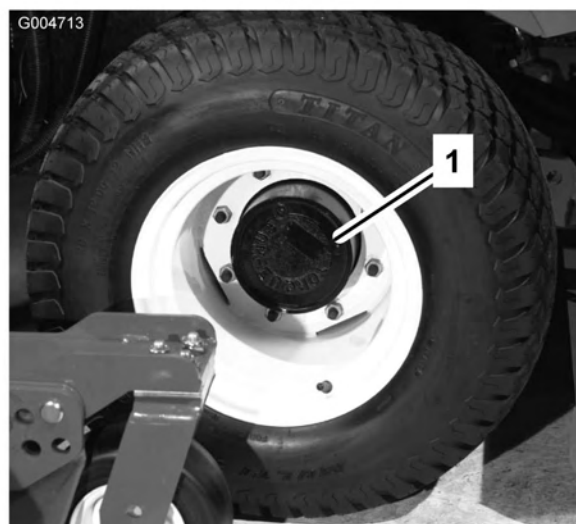

Figura 58
1. Coloque a máquina numa superfície nivelada e posicione a roda de forma a colocar o tampão (Figura 58) de verificação/escoamento na sua posição mais baixa.